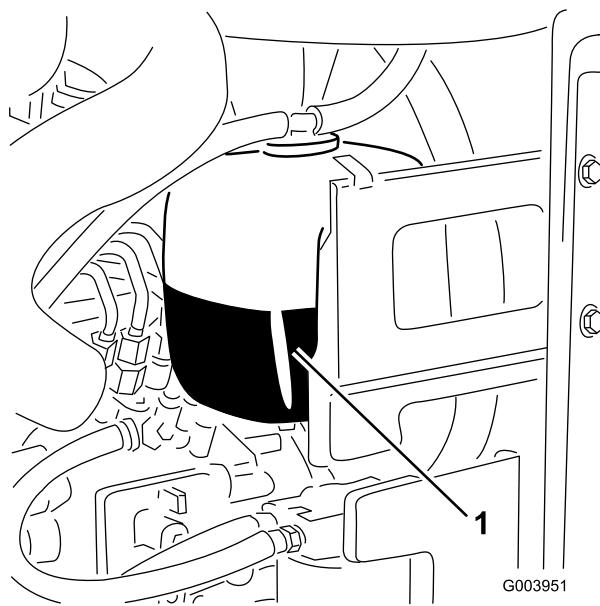

Bild 34
- Prüfen Sie den Kühlmittelstand im Ausdehnungsgefäß (Bild 34).